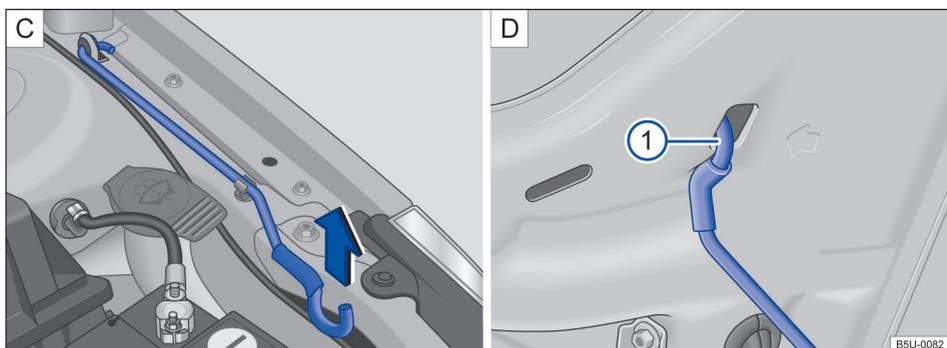

Fig. 125 C Haste de sustentação da tampa do compartimento do motor. D Tampa do compartimento do motor apoiada na haste de sustentação.
- Retirar a haste de sustentação do suporte no sentido da seta → Fig. 125 C e posicioná-la na abertura na tampa do compartimento do motor → Fig. 125 ① D.
- Retirar a haste de sustentação do furo → Fig. 125 ① D e encaixá-la no suporte do fecho → Fig. 125 C.